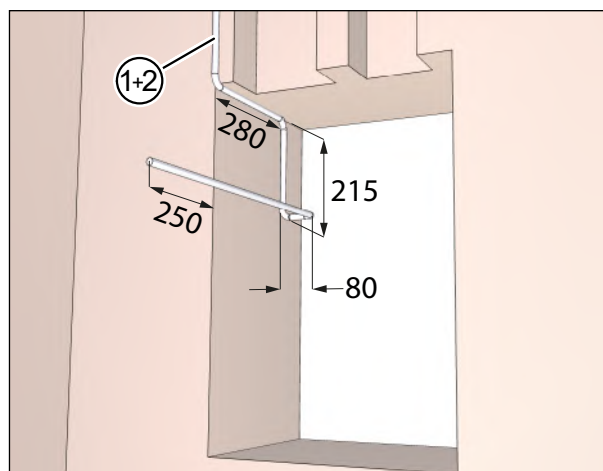

Fig. 19: Posa dei cavi d'allacciamento, misure in millimetri
- ▶ Posare il cavo di rete (pos. 1 nella Fig. 19) ed event. il cavo di comando (pos. 2 nella Fig. 19) con una sporgenza del cavo di circa 250 mm dal muro.